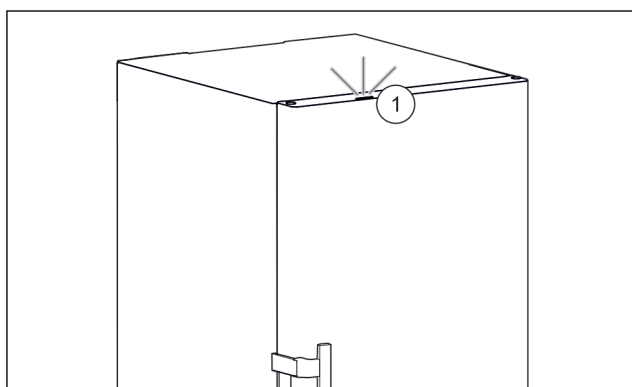

Fig. 61 Aktív állapotjelző lámpa zárt ajtó esetén
- ▶ Állapotjelző lámpa Fig. 61 (1) aktiválva.